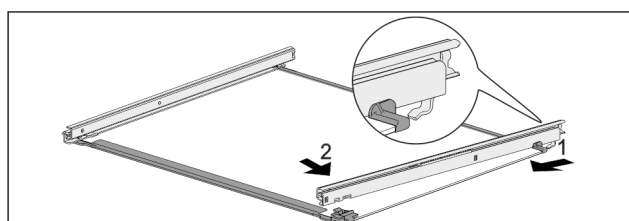

Fig. 123 Skleněná deska s kolejničkami
- Zahákněte kolejničku vzadu. Fig. 123 (1)
- Zaklapněte kolejničku vpředu. Fig. 123 (2)